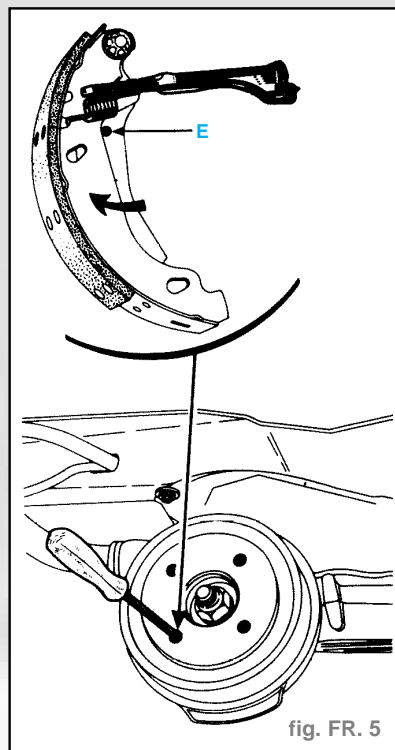

fig. FR. 5
- Passer par l'intermédiaire d'un trou de fixation de la roue sur le tambour, un tournevis et pousser le levier de frein à main pour dégager l'ergot du segment de frein (E) (fig. FR. 5).